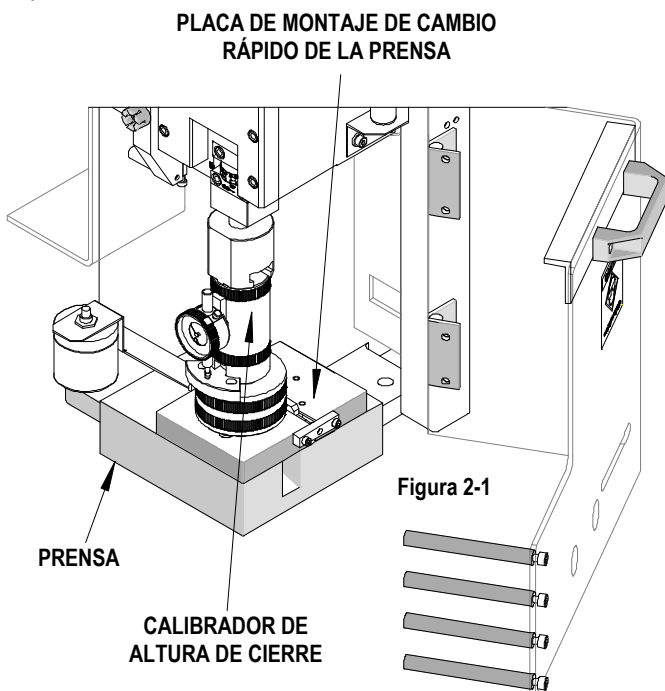

Figura 2-1
3. Coloque el calibrador de altura de cierre en la placa de montaje de cambio rápido de la prensa. Véase la figura 2-1.